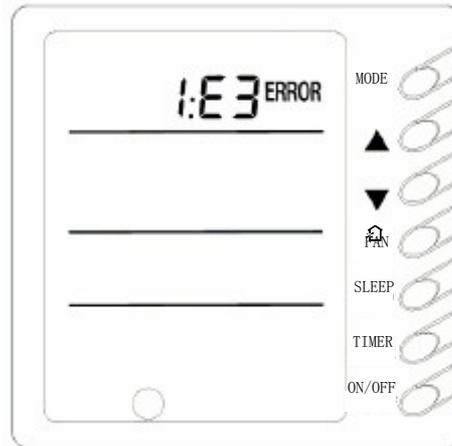

Fig. 3.21
13. Visualización de malfuncionamiento (fig.3.21)